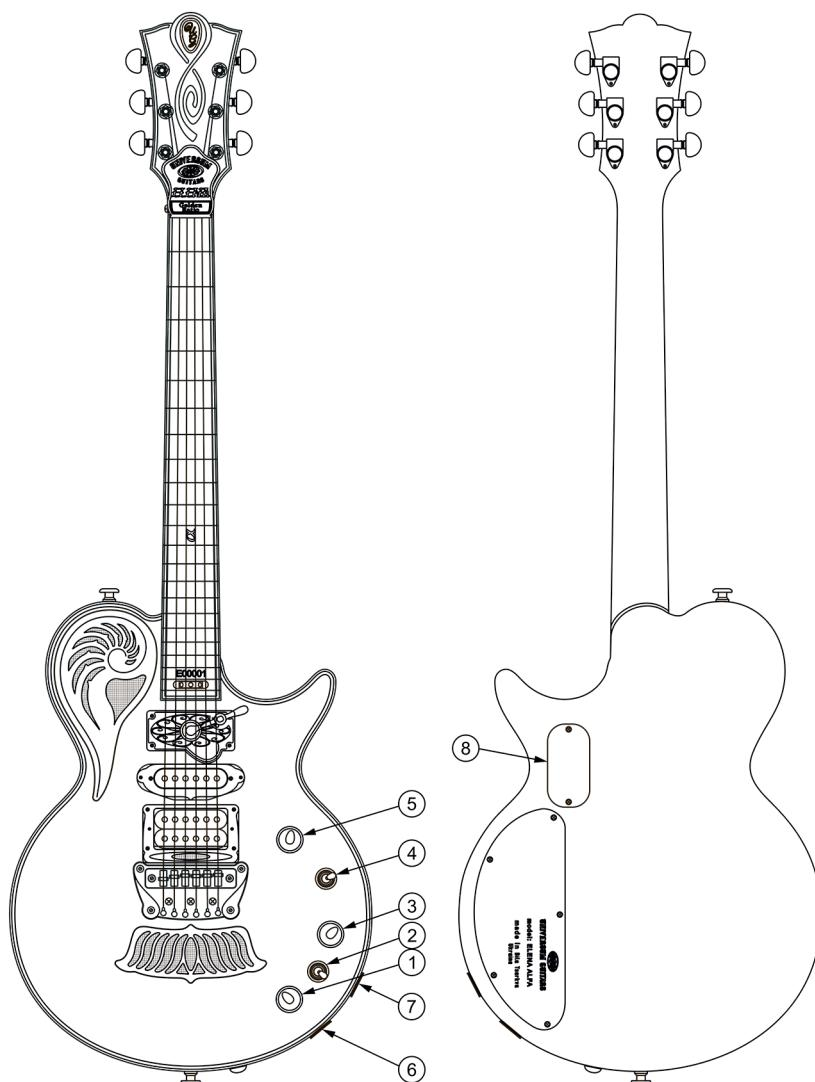

Bild 17
Das System hat zwei Betriebsarten – akustische (Mikrofon-Tonabnehmer) und kombinierte (Mikrofon- und elektromagnetische Tonabnehmer). Die Umschaltung der Betriebsarten wird mit dem Dreipunkt-Schaltmischer (Bild 17 Pos. 2) durchgeführt.
- Ein-Aus-Schalter des Systems (Bild 17 Pos. 3).
Der Klang der Gitarre beim Betrieb des autonomen Monitor-systems kann sich unbedeutend ändern - bei der Umschaltung des Dreipunkt-Wahlschalters, der die Kommutierungskombinationen der elektromagnetischen Torabnehmer umschaltet (Bild 17 Pos. 4).
- Ausgangsbuchsen – akustisch (Bild 17 Pos. 7) und elektromagnetisch (Bild 17 Pos. 6).
- Einspeiseelemente – 2 St. (Bild 17 Pos. 8).
- 1) Handgriff des Potentiometers für die Einstellung der Lautstärke des Mikrofon-Tonabnehmers (Bild 17 Pos. 1). Stellt die Lautstärke des Mikrofon-Tonabnehmers im akustischen (akustischer Tonabnehmer) und kombiniertem (Mikrofon- und elektromagnetischer Tonabnehmer) Betriebsarten ein.
- 2) Schalter des Dreipunkt-Schaltmischers (Bild 17 Pos. 2):
- 3) Handgriff des Potentiometers für die Einstellung der Tonstufe mit Zweipunktschalter von Typ “Push-Pull” (Bild 17 Pos. 3):
- 4) Handgriff des Dreipunkt-Wahlschalters (Bild 17 Pos. 4): schaltet die Kommutierungskombinationen der elektromagnetischen Tonabnehmern um.
- 5) Handgriff des Potentiometers für die Einstellung der Lautstärke der E-Gitarre (Bild 17 Pos. 5) im elektromagnetischen Modus (elektromagnetische Tonabnehmer).